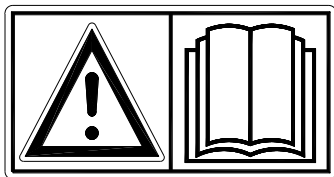

Fig. 1
**Leggere e comprendere** (fig. 1) il manuale prima di iniziare a usare la Carrier.